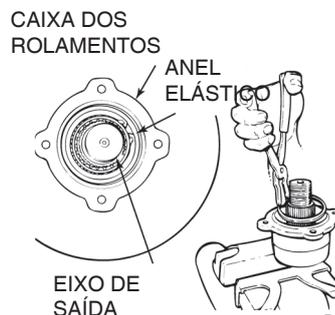

Figura 5.91
5. Instale o anel elástico que fixa a capa do rolamento externo na caixa. O anel elástico controla a folga dos rolamentos do eixo de saída. Figura 5.91.